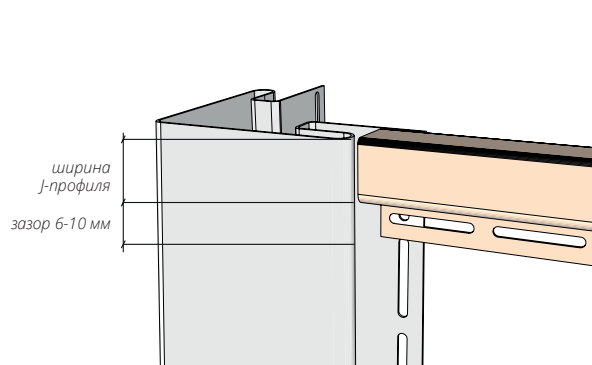

Рисунок 22
- 12.4** Так как в верхней и нижней части будет установлен J-профиль, на тыльной части угла делаем вырез, равный ширине лицевой планки J-профиля, плюс зазор 6-10 мм (рис. 22, 23).